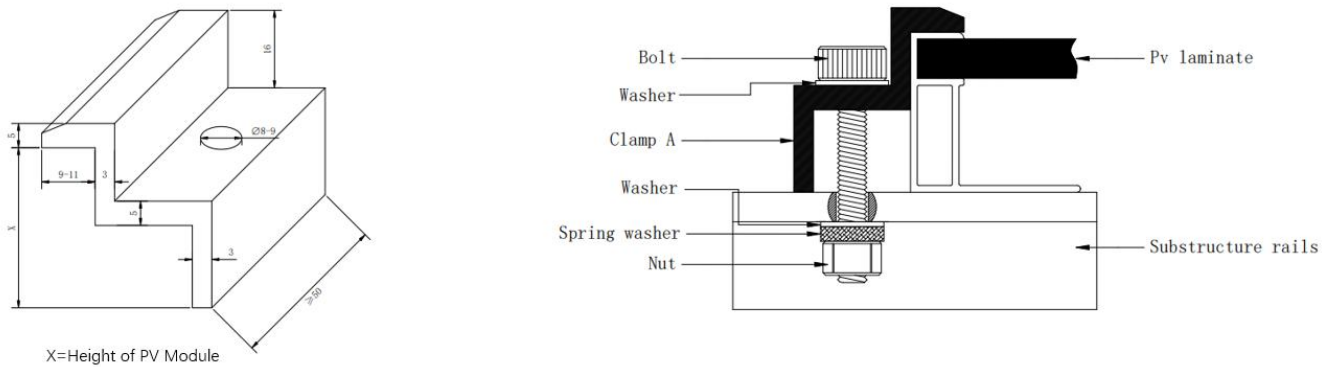

Abbildung 4: Klammer A
- Die Spannungen sind additiv, wenn die Module direkt in Reihe geschaltet sind, und die Ströme der Module sind additiv, wenn die Module direkt parallel geschaltet sind, wie in Abbildung 4 dargestellt. Module mit unterschiedlichen elektrischen Eigenschaften dürfen nicht direkt in Reihe geschaltet werden.